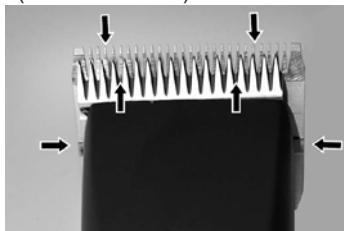

Abb. 13
Für ein gutes Scherergebnis und zur Erhöhung der Lebensdauer der Schermaschine und des Scherkopfes ist eine dünne Ölschicht zwischen dem Ober- und Untermesser unumgänglich (Abb. 13).
- ▶ Schermesser während der Schur ausreichend ölen (mindestens alle 15 Minuten), damit sie nicht trocken laufen (Abb. 13).
Die Messer müssen vor, während und nach jedem Gebrauch geölt werden. Wenn die Messer der Schermaschine Streifen hinterlassen oder sich verlangsamen, ist dies ein sicheres Zeichen, dass Sie Öl benötigen. Einige Tropfen Öl vorne und seitlich auf die Schermesser auftragen (siehe Pfeile Abb. 13). Überschüssiges Öl mit einem weichen, trockenen Tuch abwischen. Schmiersprays enthalten nicht genug Öl für eine gute Schmierung, eignen sich jedoch zur Kühlung der Schermesser. Beschädigte oder gekerbte Messer sofort auswechseln um Verletzungen zu verhindern.